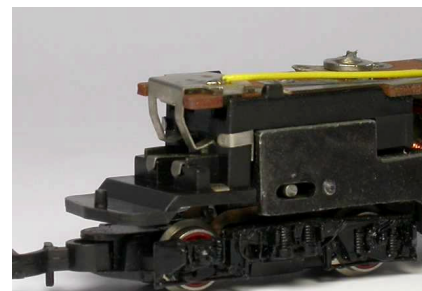

Bild 2: Korrekter Sitz der Kontaktbleche, damit der Baustein überhaupt gehalten wird. Schön zu sehen, das gelbe Kabel bereits angelötet, vom Decoder kommend.
8. Sitzt der Stecksockel nach dem Einbau nicht fest oder fällt sogar heraus, müssen die Kontaktbleche der Fassung nachgebogen werden. Dies muss mit einer Pinzette unter größter Vorsicht geschehen. Die stromführenden Bleche dürfen nicht zur Seite gebogen sein. Die zeigen im unteren Bereich fast 90 Grad nach hinten. Es muss zwischen den oberen und unteren Kontaktblechen ein kleiner Spalt bleiben, Bild 2. Die Kontakte sollten sich keinesfalls berühren.